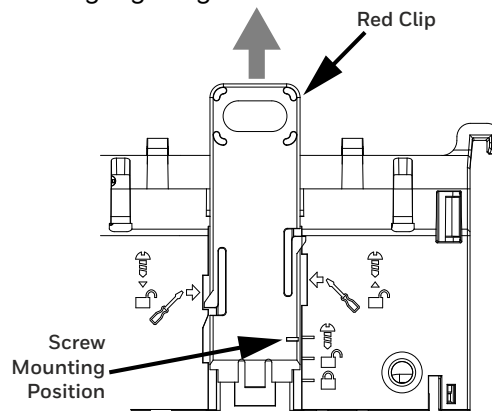

Fig. 9 Schraubposition
1. Ziehen Sie alle roten Befestigungsclips bis zur Schraubposition heraus. Setzen Sie dazu einen Schlitzschraubendreher jeweils an der markierten Stelle an und schieben Sie den Clip von der unteren bis zur oberen Position nach oben, wie in Abbildung 9 gezeigt.